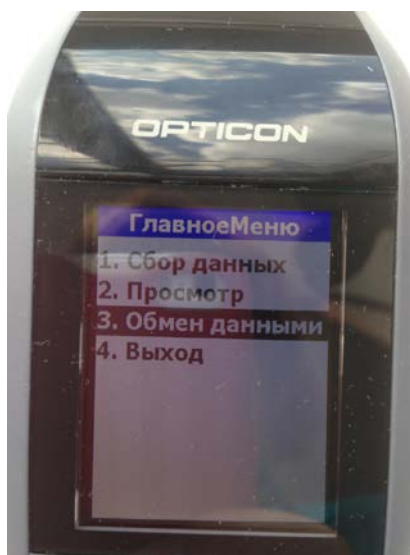

Рис. 451
1. На терминале Opticon Smart в главном меню необходимо выбрать пункт «Обмен данными» (см. Рис. 451) и нажать клавишу [Enter] на устройстве.